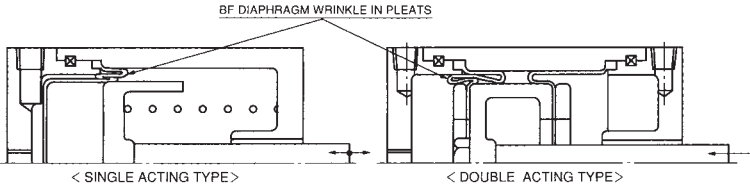

Fig.1
- 複動形シリンダ作動時、排気側のBFダイアフラムに最低0.01MPa程度の残圧がかかるようにシリンダの両配管接続口付近に速度調整弁や排気絞りを設定して下さい。(Fig.1)
- a) Do not move Rod externally with no operating pressure applied for preventing BF Diaphragm's wrinkling in pleats. (Fig.1)